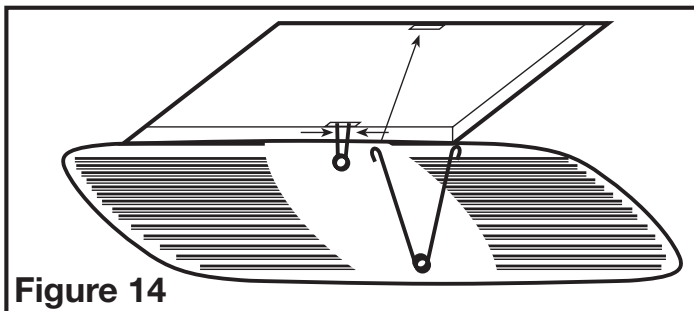

Figure 14
4. Installer la grille en pressant ensemble les deux extrémités des ressorts et en les installant dans les fentes du châssis du ventilateur. Pousser la grille en position (Figure 14).